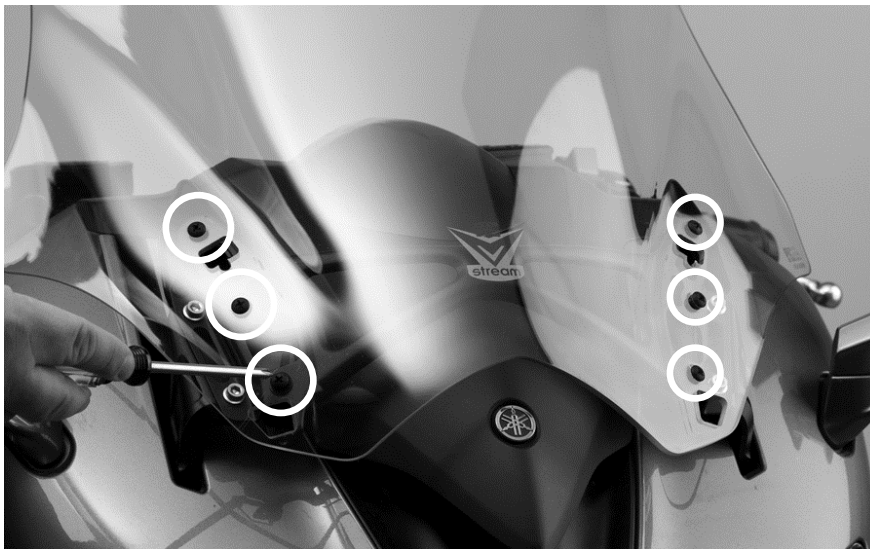

図 3
1. ①ウィンドシールドを車体にあてがって、上記3で取り外した純正ボルト 6 本を使って取り付けます。純正ナイロンスクリューが傷んでいる場合には、キットに含まれている②ナイロンスクリューを使って取り付けてください。ネジを締める際にはオーバートルクにご注意ください。(図3参照)